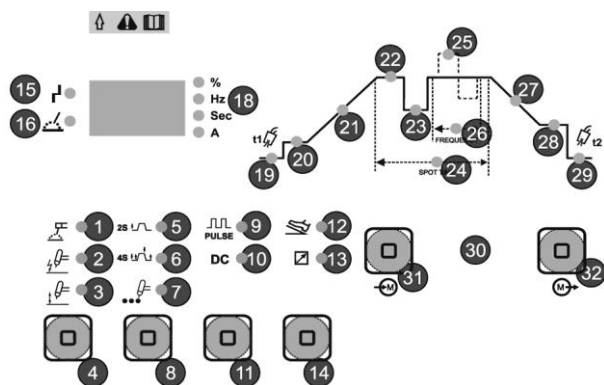

Figura 1
- Posizionare il selettore modalità  (Rif.1 - Figura 1.) su saldatura con elettrodi rivestiti.
- Regolare la corrente di saldatura tramite il selettore amperaggio (Rif.3 - Figura 1.).
Premendo il tasto di scorrimento 4 e portando l'indicatore luminoso sul simbolo 1 - Figura 1.), si può selezionare la modalità di saldatura ad elettrodo.
Premendo il tasto di scorrimento 4 - Figura 1.) fino a portare l'indicatore luminoso sul simbolo 2 - Figura 1.), si può selezionare la modalità di saldatura TIG con partenza ad alta tensione. Premendo il pulsante torcia viene generata una scarica ad alta tensione che consente l'innesco dell'arco.